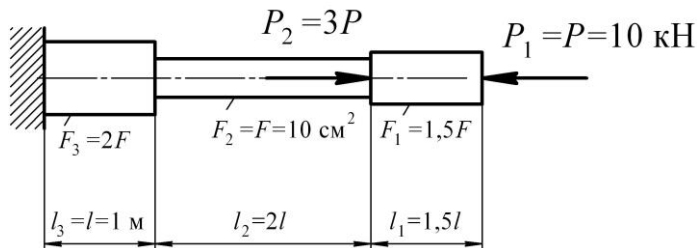

Рисунок 1 – Графическое условие к задаче
2. Подобрать диаметр вала из условия прочности и жесткости (рис.1), если $[\tau]=80$ МПа, $[\Theta]=0,035$ м⁻¹.
Пример 2.1 Построить эпюры внутренних усилий, нормальных напряжений и перемещений сечений стального ступенчатого стержня (допустимое напряжение 160 МПа, модуль Юнга – 2×10^{11} Па), изображенного на рис. 1.